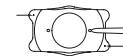

Fig. 10
4. Maintenir la lentille ICL ou TICL à l'aide d'une pince et l'inspecter sous le microscope opératoire pour identifier et vérifier son orientation. (Fig. 10)